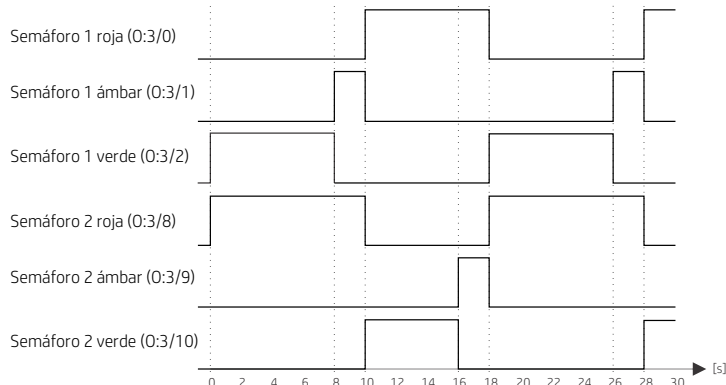

Figura 8. Diagrama de tiempos de un semáforo de dos vías
- Modifique la rutina anterior de forma que un segundo semáforo pueda ser implementado para controlar el flujo de tráfico en la otra dirección. El funcionamiento del control de tráfico debe ser igual al mostrado en la Figura 8. Realice el diseño utilizando como máximo cuatro temporizadores.